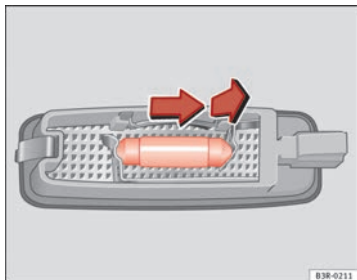

Abb. 240 Ausbau der Leuchte in der Sonnenblende
- Nehmen Sie die Glühlampe in Pfeilrichtung heraus ⇒ Abb. 240. ■